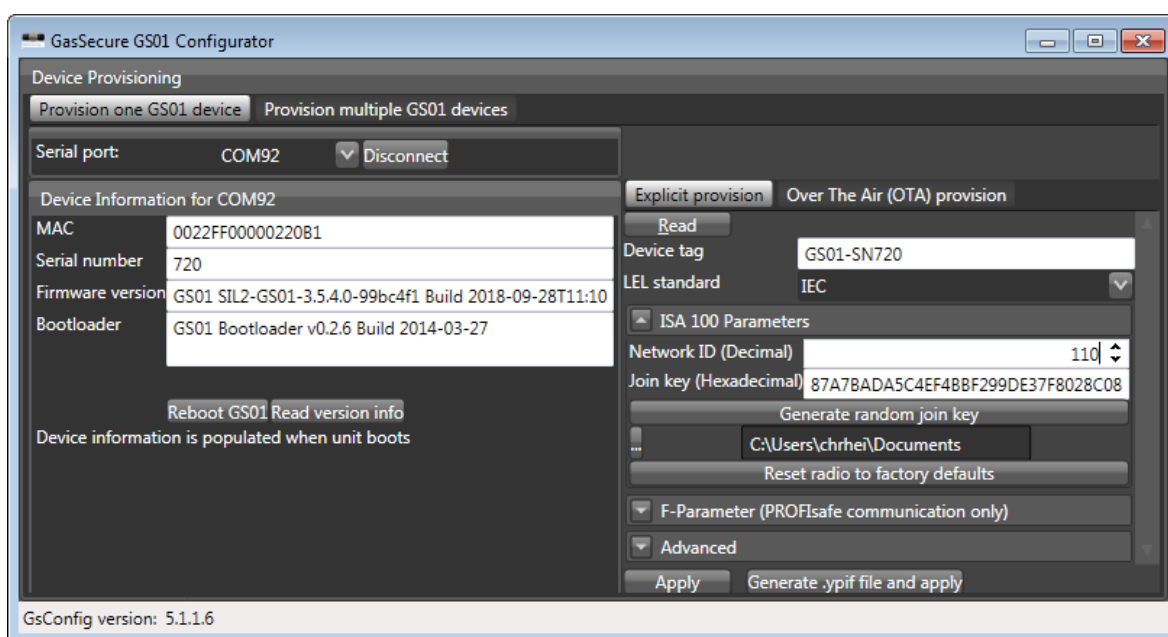

Figure 3-1 : Outil de configuration GS01
- b) Lancez l'outil de configuration GS01 et sélectionnez le port COM correspondant. Conservez le mode par défaut « Provision one GS01 device ». Appuyez sur le bouton « Connect » et vérifiez que les informations sur l'appareil sont affichées, cf. Figure 3-1. Appuyez sur le bouton « Read version info » si les informations sur l'appareil ne s'affichent pas automatiquement. Appuyez sur le bouton « Read » afin d'afficher l'état actuel de provisioning de l'appareil. Conservez « Explicit provision ».
- c) Saisissez la balise de l'appareil⁵ et l'ID du réseau demandé en format décimal⁶, cf. Figure 3-1.
- b) Lancez l'outil de configuration GS01 et sélectionnez le port COM correspondant. Conservez le mode par défaut « Provision one GS01 device ». Appuyez sur le bouton « Connect » et vérifiez que les informations sur l'appareil sont affichées, cf. Figure 3-1. Appuyez sur le bouton « Read version info » si les informations sur l'appareil ne s'affichent pas automatiquement. Appuyez sur le bouton « Read » afin d'afficher l'état actuel de provisioning de l'appareil. Sélectionnez « Over The Air (OTA) provision ».